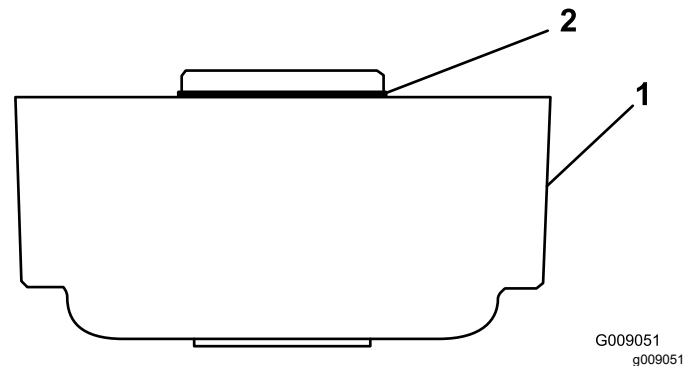

Figura 5
5. En el kit de cepillo para el rodillo Modelo 03668 solamente, instale la junta tórica amarilla en el alojamiento del cepillo (Figura 5).